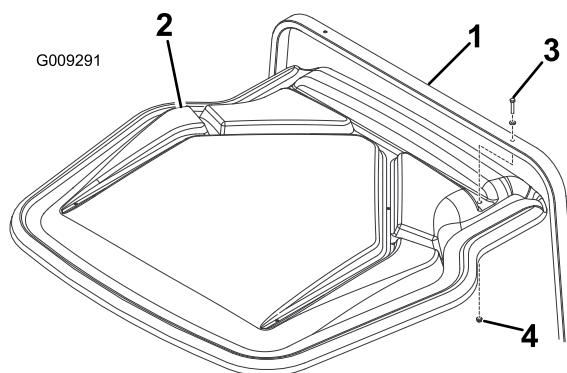

図 7
- A. ROPS を搭載していない車両では、日よけを日サポートチューブに固定するねじ 5/16 x 2 インチ 2 本、ワッシャ 5/16 インチ 2 枚、フランジナット 5/16 インチ 2 個を使用して、図 7 のように取り付ける。